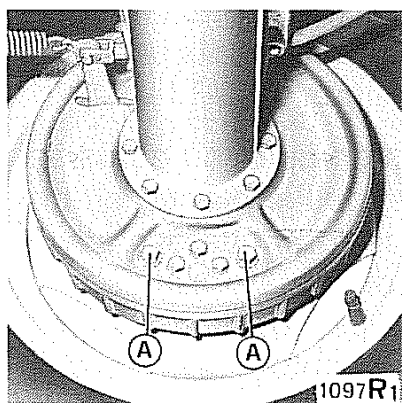

Fig. 15 - Registrazione ceppi
- Ruotare in senso orario le viti **A** (fig. 15), fino a portare i ceppi contro il tamburo; ruotare quindi leggermente le viti in senso inverso.